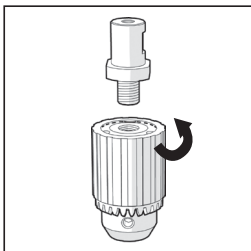

Fig. 10
- Înșurubați mandrina cu 3 dinți în alezajul filetat al adaptorului de mandrină. (Fig. 10)